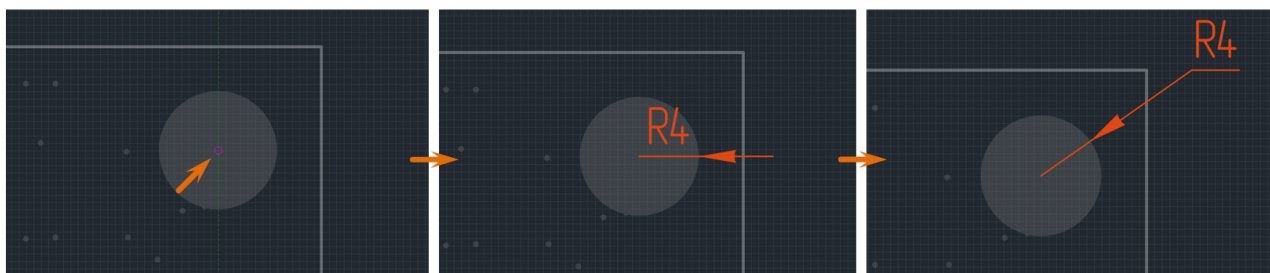

Рис. 272 Размещение радиальной размерной линии
4. Укажите границу измерения, переместите курсор, установите длину и направление выносной линии, см. Рис. 272. Возможный вид размерной линии будет отображаться на экране.